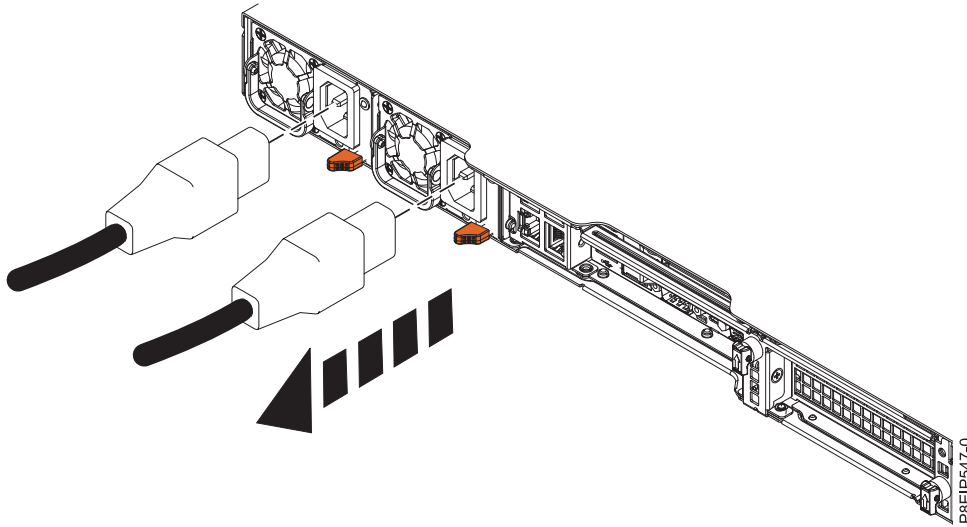

Figura 86. Extracción de los cables de alimentación del sistema
2. Etiquete y desconecte los cables de alimentación de la unidad del sistema como se muestra en la Figura 86 en la página 90.